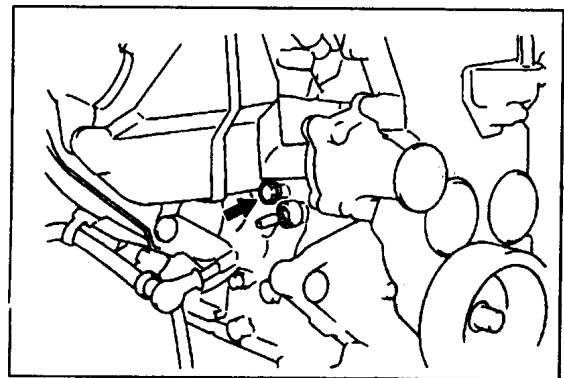

图 8-1
(1) 按顺序拆下散热器放水螺塞、散热器盖。放出散热器、暖风机及发动机内的冷却液;
(2) 拆下气缸体的放水阀, 排出水套中的冷却液(见图 8-1);
(3) 拆下冷却液壶, 排出冷却液;
(4) 冷却液排出后, 从散热器盖注水, 清洗冷却液的管路;
(5) 按规定力矩拧紧气缸体放水阀。拧紧力矩: $40 \pm 5 \text{ N} \cdot \text{m}$
(6) 确认散热器的放水螺塞已拧紧;
(7) 安装冷却液壶;